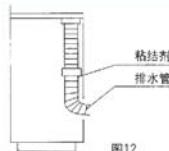

图12
- (2) 排水管应由内向外如图所示倾斜，以便冷凝水排除。
- (3) 为了防止排水管接口处泄漏，请在接口处使用粘结剂。见图12。
- (4) 安装时可根据具体情况来布置管道走向，既可由后板孔内通出，也可在左右侧板或底座相应的孔中通出。